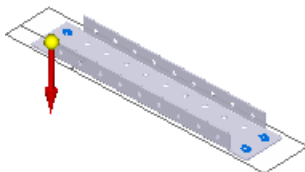

图 8.13.140 定义移除方向
③ 单击“主页”操控板中的“关闭草图”按钮 ，退出草图绘制环境。
(3) 定义法向除料特征属性。在命令条中单击“厚度剪切”按钮  和“全部穿透”按钮 ，并将移除方向调整至图 8.13.140 所示的方向。
(4) 单击  按钮，完成特征的创建。